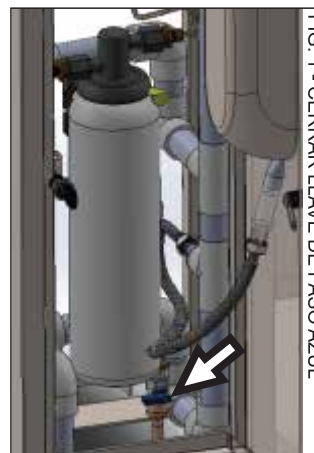

FIG. 1 - CERRAR LLAVE DE PASO AZUL
- Cierre la llave de paso de la toma hidráulica que se encuentra antes del filtro, (fig. 1).